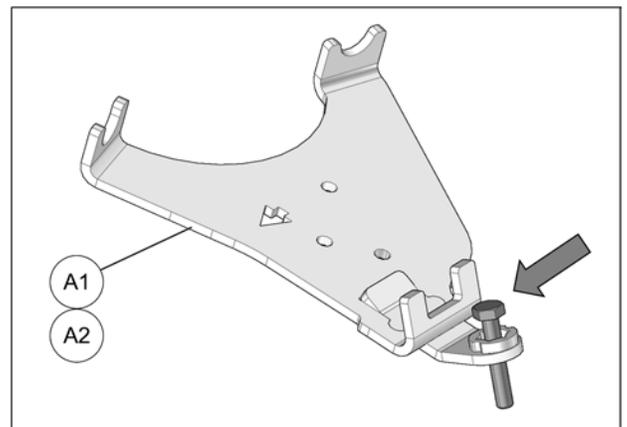

Fig. 19
9. Insert bolt in front anchor brackets (A1-A2) as shown in Fig. 19
9. Insérer un boulon à l'extrémité de chacun des ancrages de suspension avant (A1-A2). Fig. 19